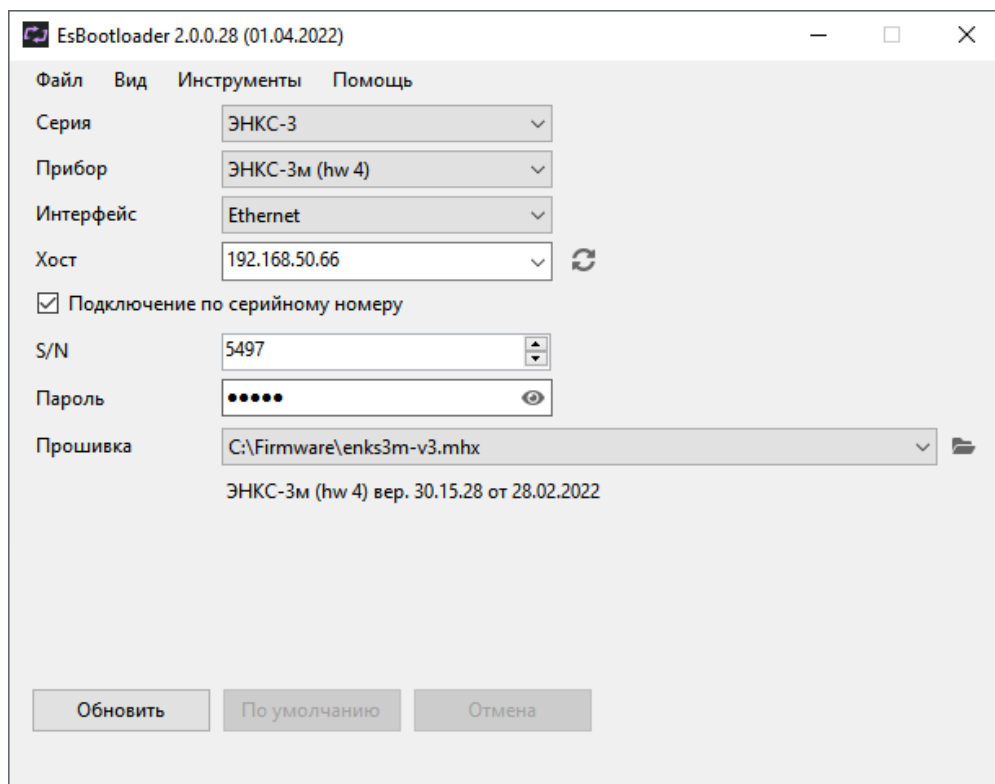

Рисунок 8.1. Прошивка УСД ЭНКС-3м с помощью ПО «ES BootLoader».
- В поле «Прошивка» откройте файл с последней прошивкой для выбранного устройства (см. рис. 8.1) или выберите «Загрузить актуальную прошивку» для автоматической загрузки последней версии.